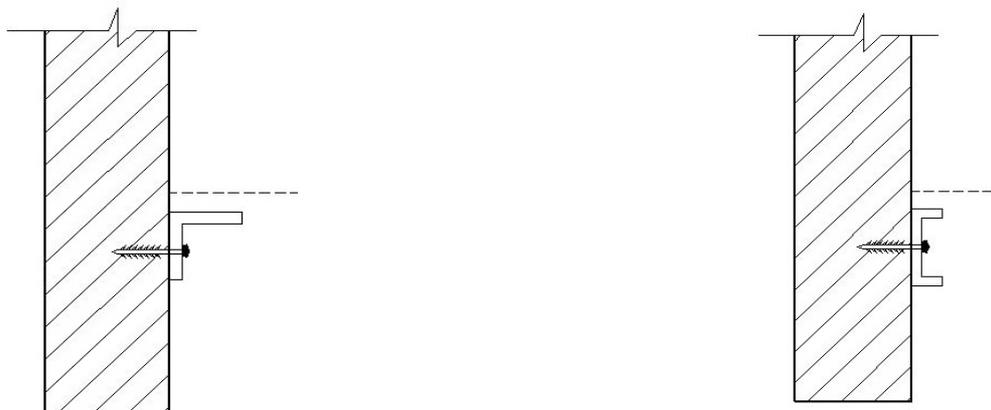
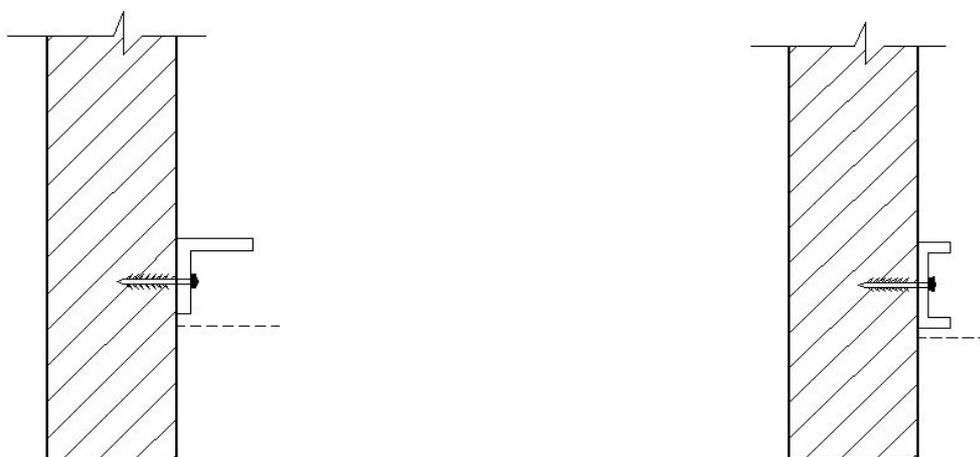

Рис. 2.
Рис. 3.
2.3.2. Монтаж стартовой направляющей осуществляется с заглублением в грунт см. рис. 2. Глубина заглубления рекомендуется на 15-30 см. ниже нулевой отметки (уровень грунта или пола), чтобы избежать мостиков холода. В отдельных случаях возможно применение стартовой направляющей над уровнем земли см. рис. 3.